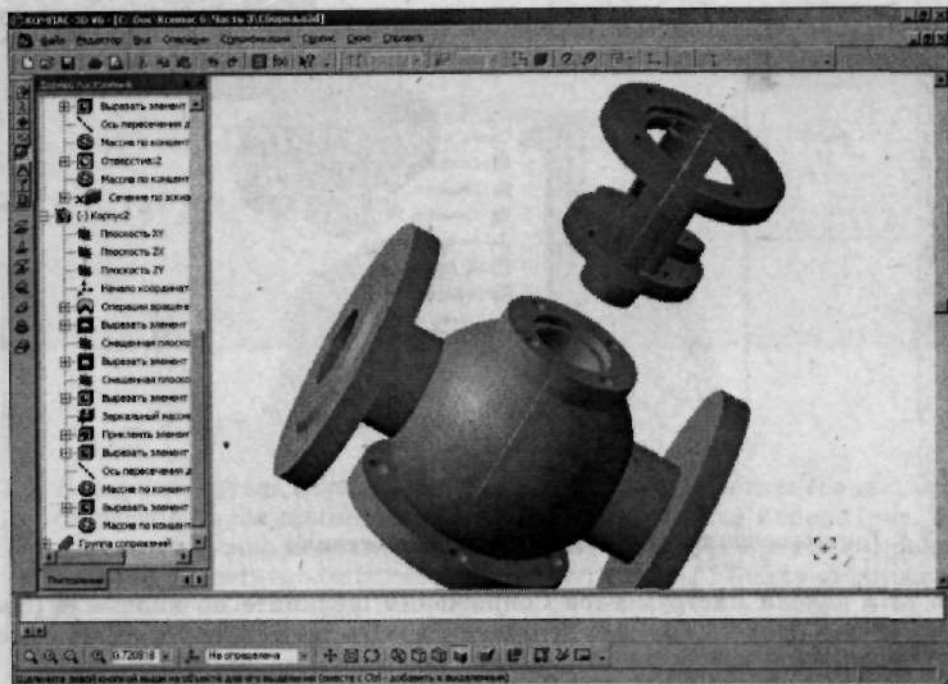

Рис. 3.10. Сопряжение детали посредством команды *Соосность* выполнено
5. Аналогично выберите *Ось пересечения двух плоскостей* и в другой детали. Заметьте, что деталь сместилась (рис. 3.10), теперь их оси вращения совпадают.